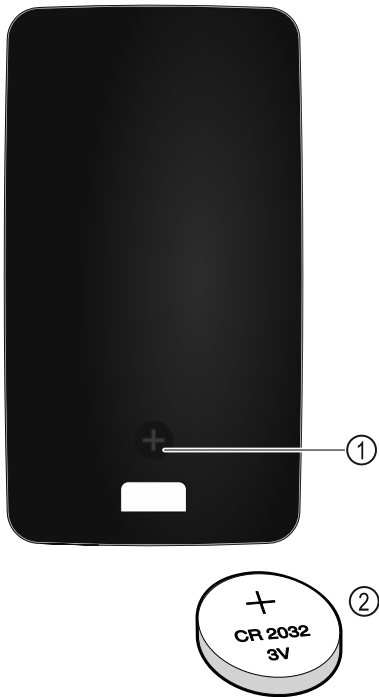

Fig. 229 El suministro eléctrico del mando a distancia se efectúa con una pila del tipo CR 2032 de 3 V Fig. 229 (2), a la venta en el comercio especializado.
- Desenroscar el tornillo Fig. 229 (1) de la parte trasera del mando a distancia.